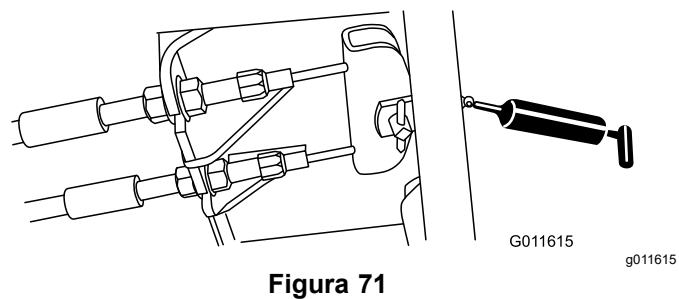

Figura 71
- Pedală de frână (1) - Figura 71